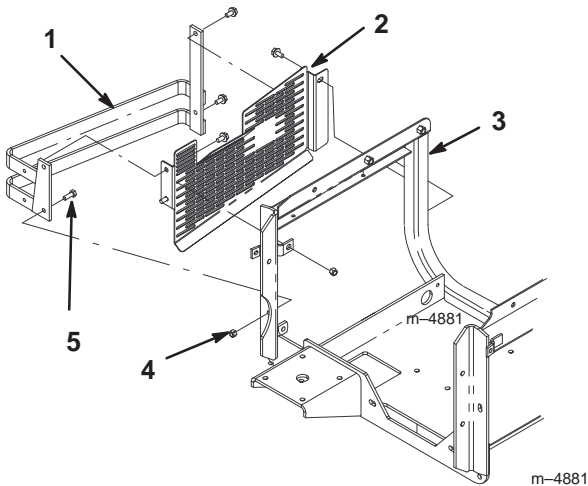

Bild 84
1. Entfernen Sie die Stoßstange und Schutzvorrichtung, mit denen der Zapfwellen-Treibriemen und die Riemenscheiben geschützt werden (Bild 84).
- Montieren Sie die Stoßstange und die Schutzvorrichtung, durch die der Zapfwellen-Treibriemen geschützt wird (Bild 84).